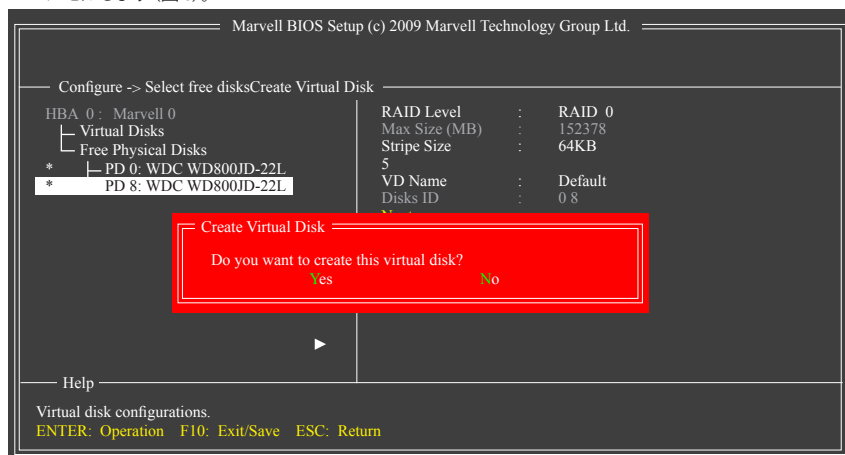

図 5
6. **Next:** 上の設定を完了した後、[次へ]に移動して<Enter>押しアレイの作成を開始します。ボリュームの作成を確認するように求めるメッセージが表示されたら、<Y>を押して確認するか<N>を押してキャンセルします (図 5)。